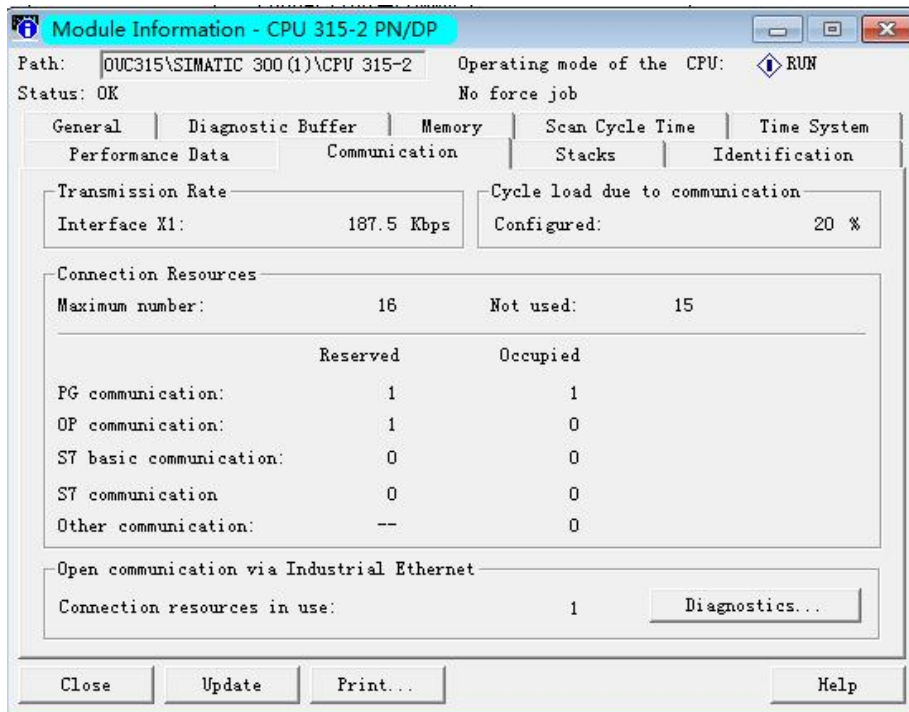

图 3-13 在 S7-300 中查看通信状态
3.13 要想查看连接信息，对于 S7-300，可以通过在线查看 CPU 信息，在 Communication 标签下，有 Open communication via Industrial Ethernet 选项，如图 3-13 所示。